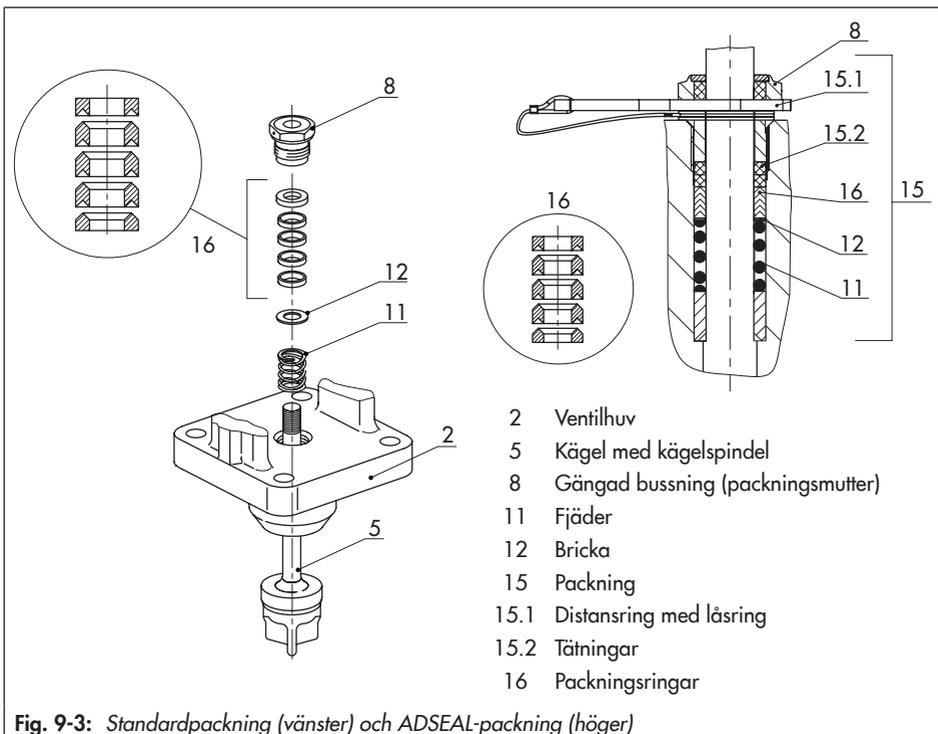

Fig. 9-3: Standardpackning (vänster) och ADSEAL-packning (höger)
11. Skjut försiktigt packningsdelarna över kägelspindeln in i packningskammaren med ett lämpligt verktyg. Följ korrekt frekvens (se Fig. 9-3).
12. Tryck in kägeln (5) ordentligt i sätet (4). Fäst flänsen (2) med husets muttrar (14). Dra åt muttrarna gradvis och korsvis. Respektera åtdragningsmomenten.
13. Skruva in den gängade bussningen (8) och dra åt den. Respektera åtdragningsmomenten.
14. Lossa den gängade låsmuttern (10) och spindelanslutningsmuttern (9) på kägelspindeln.
4. För in den röda distansringen (15.1) mellan den gängade bussningen (8) och låsringen. Se Fig. 9-3.
9. Skjut försiktigt packningsdelarna över kägelspindelns förlängning in i packningskammaren med ett lämpligt verktyg. Följ korrekt frekvens (se Fig. 9-3).
10. Fäst ventilhuven med muttrar (33) och bultar (32). Respektera åtdragningsmomenten.
11. Skruva in den gängade bussningen (8) och dra åt den. Respektera åtdragningsmomenten.
12. Lossa den gängade låsmuttern (10) och spindelanslutningsmuttern (9) på kägelspindelns deln.